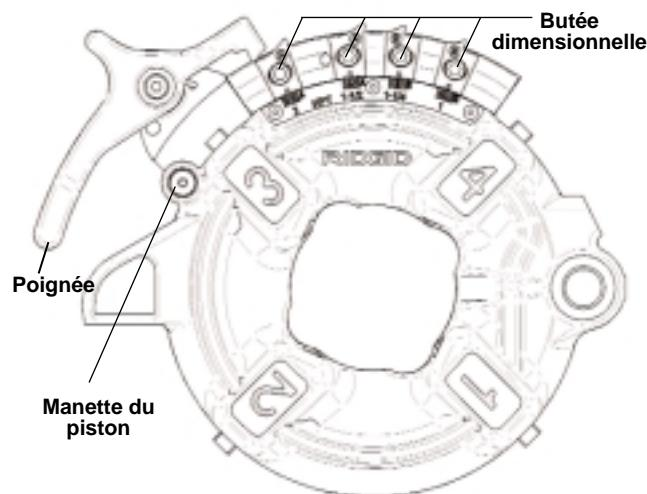

Figure 11 – Tête de filière semi-automatique
Tête de filière à ouverture semi-automatique (*Figure 11*) – Lorsque l'extrémité du tuyau en cours de filetage arrive à fleur de l'extrémité de la filière numéro 1, tapez sur le poignée pour que les filières libèrent le tuyau.
La tête de filière semi-automatique (*Figure 11*) pour filetages à droite utilise quatre jeux de filières pour couvrir le filetage des tuyaux allant de  $\frac{1}{8}$  à 2 po de diamètre. Un jeu de filières est nécessaire pour chacune des sections suivantes : ( $\frac{1}{8}$  po), ( $\frac{1}{4}$  à  $\frac{3}{8}$  po),  $\frac{1}{2}$  à  $\frac{3}{4}$  po) et (1 à 2 po). Le filetage des tiges nécessite un jeu de filières spécial pour chaque section de tige. Il n'est pas prévu de filières à boulons pour les têtes de filière universelles à filetage à gauche.
1. Appuyez sur la poignée pour faire reposer la plaque à cames (*Figure 11 – tête de filière Modèle 816/817*) contre la butée comme indiqué.